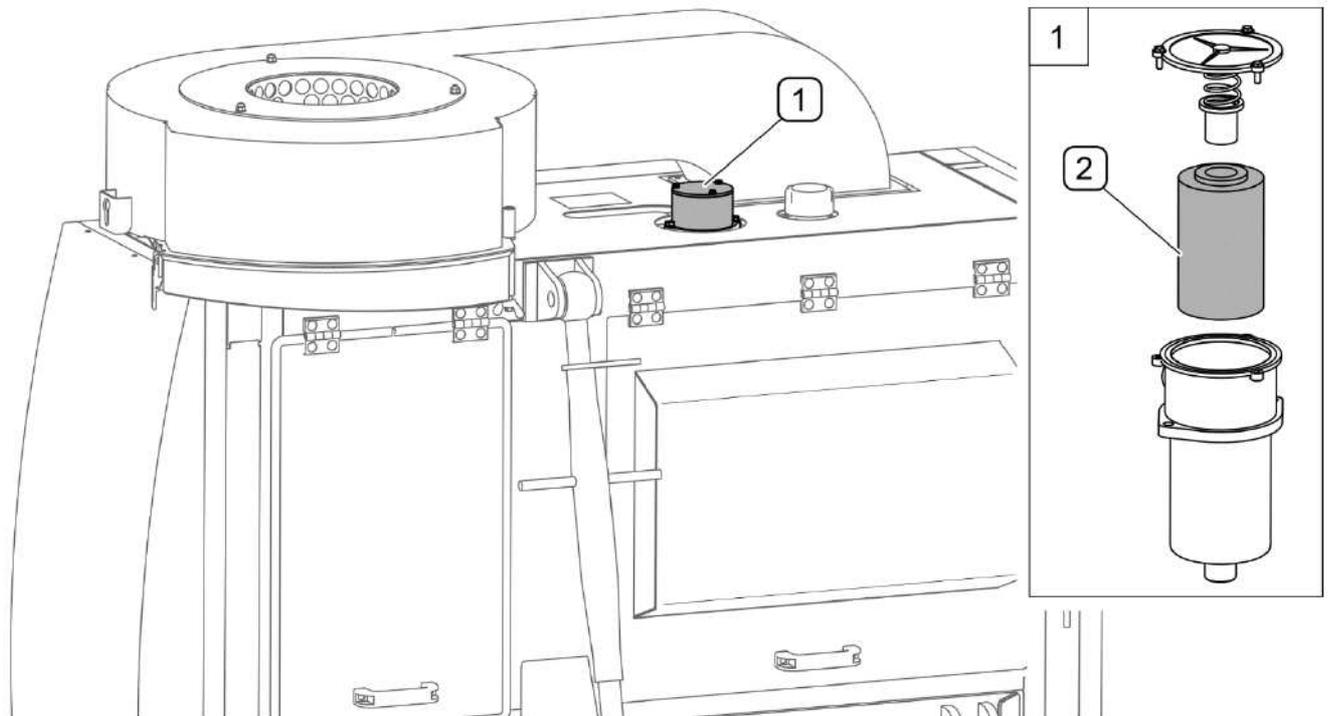
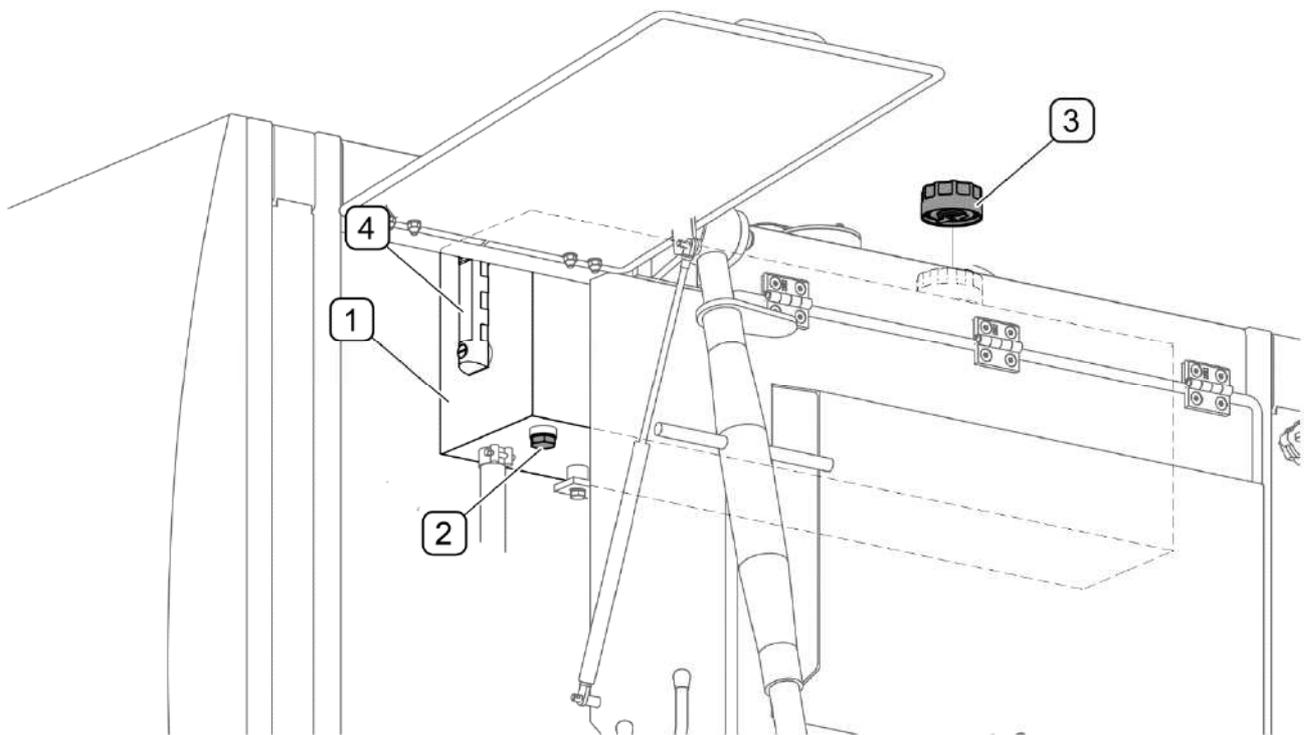

FIGURE 5.19 Le remplacement de la cartouche du filtre à huile de retour
FIGURE 5.21 La vidange de l'huile dans le réservoir du circuit hydraulique
Le filtre à huile de retour (FIGURE 5.19) se trouve dans la partie supérieure du réservoir à l'huile. Le filtre de retour est équipé d'une cartouche filtrante qui doit être remplacée périodiquement.
Le réservoir de l'huile (1) du circuit hydraulique contient 40 litres de l'huile hydraulique HL-32. Il convient de contrôler périodiquement le niveau de l'huile sur l'indicateur de l'huile (4) (FIGURE 5.21). Pendant la vidange de l'huile il convient de remplacer la cartouche du filtre de l'huile de retour (FIGURE 5.19) et nettoyer le filtre de remplissage à grille (FIGURE 5.20). Le circuit hydraulique se désaère automatiquement pendant le travail de la machine.
Pour vidanger l'huile il convient de (FIGURE 5.21):